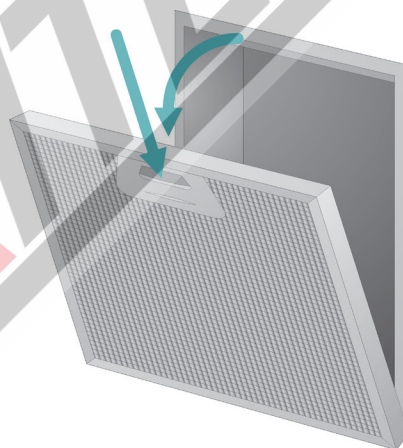

Рис. 12 Снятие алюминиевого жироулавливающего фильтра
1. Нажмите на защелки на жироулавливателе и снимите фильтр. (Рис. 12)